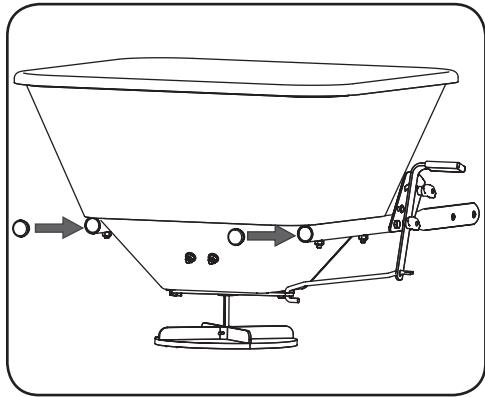

Figura 1-11
12. Coloque tapones en los extremos posteriores de los tubos del bastidor. Vea la Figura 1-11.